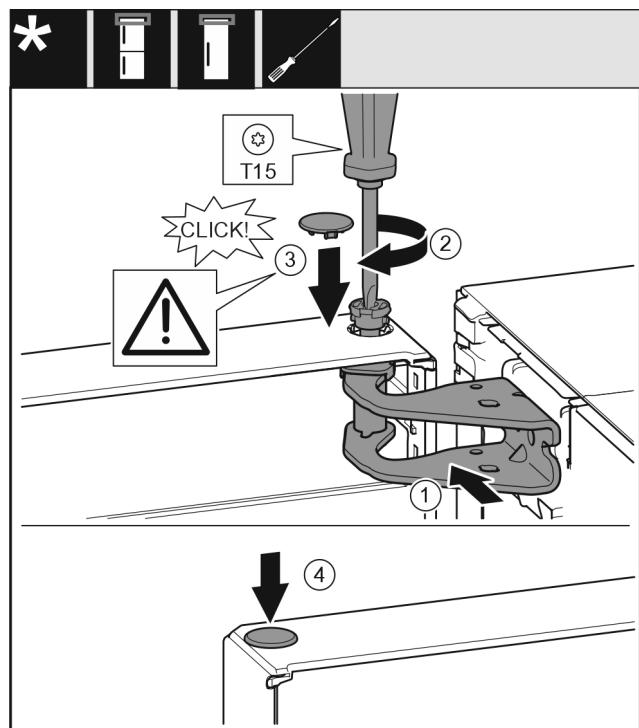

Fig. 13
- Выровняйте дверь вверху по отверстию в опорном кронштейне. Fig. 13 (1)
- Вставьте палец и затяните отверткой T15. Fig. 13 (2)
- Установите предохранительную крышку для защиты двери: Вставьте предохранительную крышку и проверьте, прилегает ли она к двери. В ином случае вставьте палец полностью. Fig. 13 (3)
- Вставьте заглушку. Fig. 13 (4)